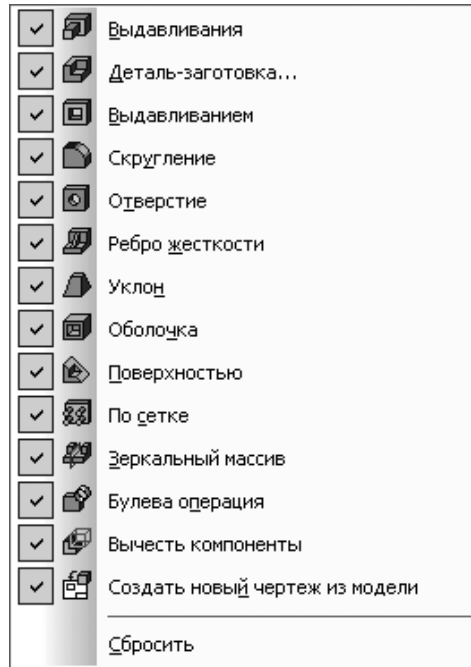

Рис. 1.35. Набор кнопок на **Компактной панели** в панели инструментов с выделенной кнопкой-переключателем  – **Редактирование детали**
- переместите указатель мыши во втором всплывающем меню на пункт **Компактная панель**. Появится набор кнопок панели инструментов. Для нашего примера он будет выглядеть так, как показан на рис. 1.35.